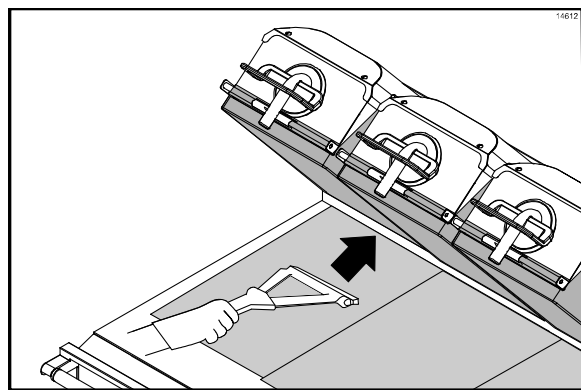

Figura 28
1. Passe o rodo, no sentido da frente para trás, sobre a folha antiaderente inferior. (Veja a Figura 28.)